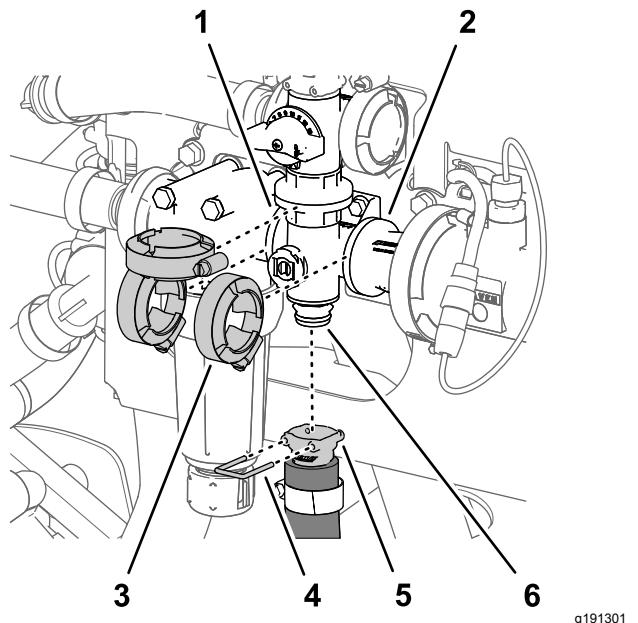

Figure 110
- Retirez l'étrier qui fixe le raccord rapide du flexible d'agitation au collecteur de la vanne d'agitation (Figure 110).
- Retirez les 3 colliers bride qui fixent le collecteur de vanne d'agitation aux brides de la tête du filtre sous pression et à l'adaptateur d'accouplement (Figure 110).